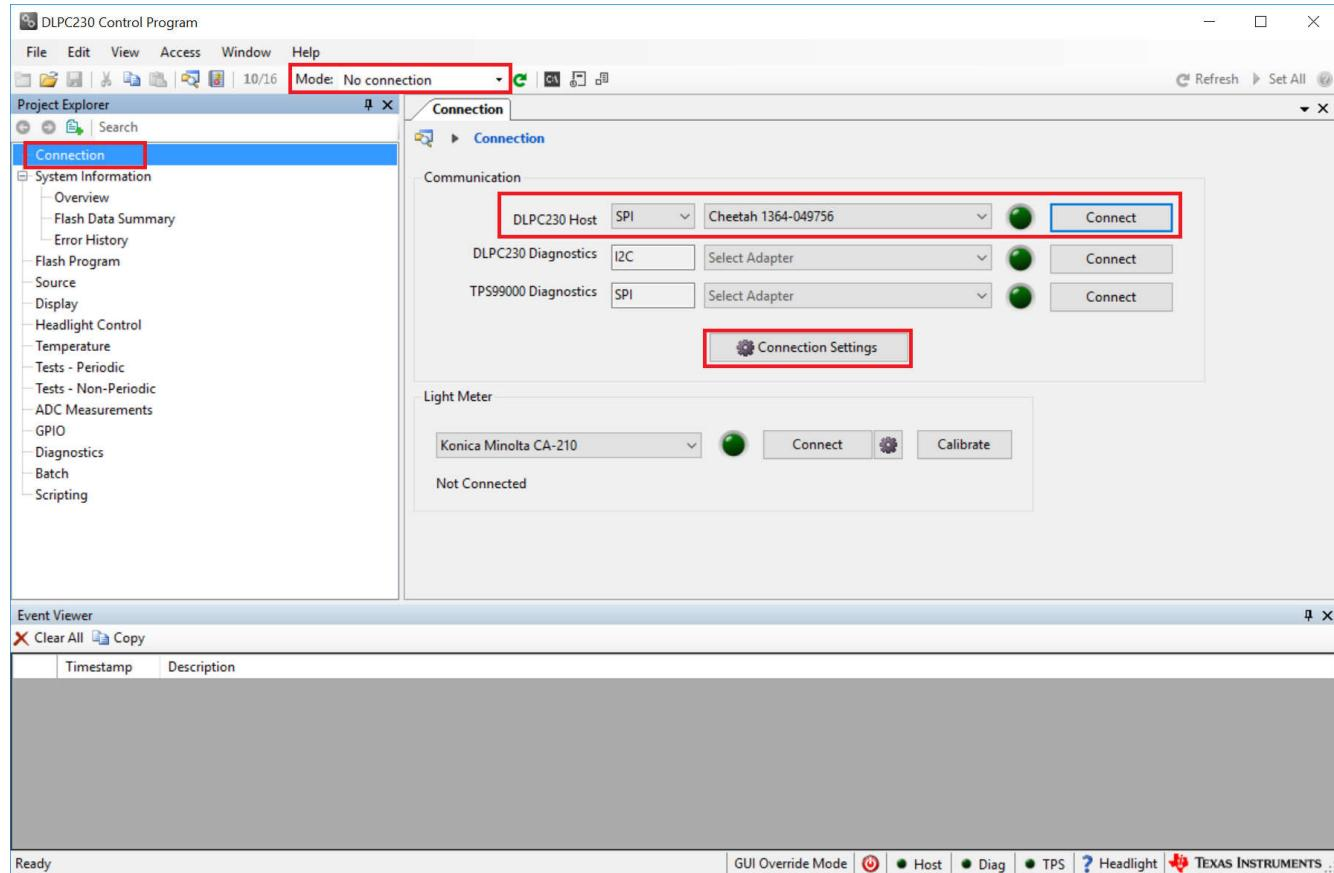

图 3-3. 使用 DLPC230-Q1 Automotive Control Program 连接到 DLPC230-Q1
3. 在 *Connection* 页面中，将“DLPC230-Q1 Host”设置为“SPI”并从下拉菜单中选择“Cheetah”（请参阅图 3-3）。请注意，必须通过 USB 电缆将 Cheetah 连接到计算机才能在下拉菜单中显示 Cheetah。